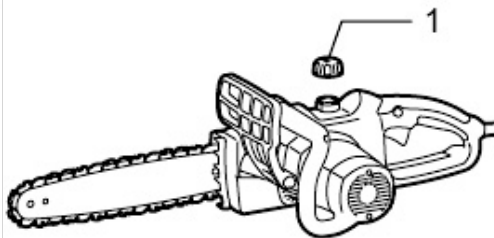

Рис.8
- Для заливки масла отвинтите крышку горловины заливного бачка (1, Рис.8), и наполните его маслом выше отметки «min».